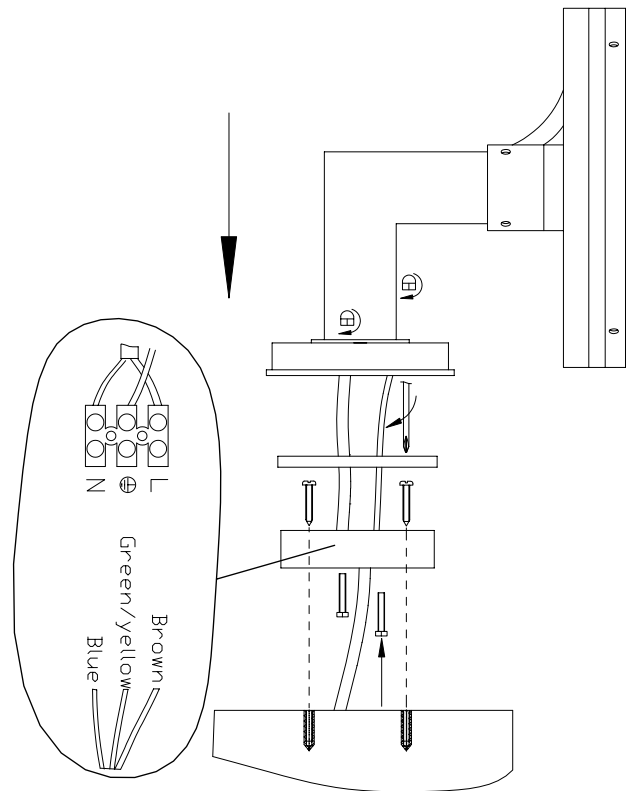

Abb. 3 Montage und Anschluss der Leuchte
1. Bohren Sie die Befestigungslöcher und setzen Sie geeignete Dübel ein. (Abb. 3).
3. Befestigen Sie die Montageplatte mit den passenden Schrauben an der Wand (Abb. 3).